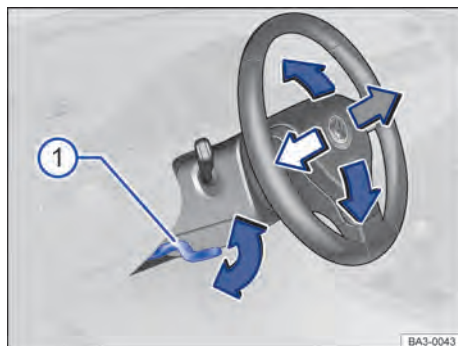

Fig. 63 Embaixo e à esquerda do volante junto com o revestimento da coluna de direção: alavanca de ajuste da posição do volante.
- Empurrar a alavanca para baixo segurando-a pelo seu manipulô → Fig. 63 ①.